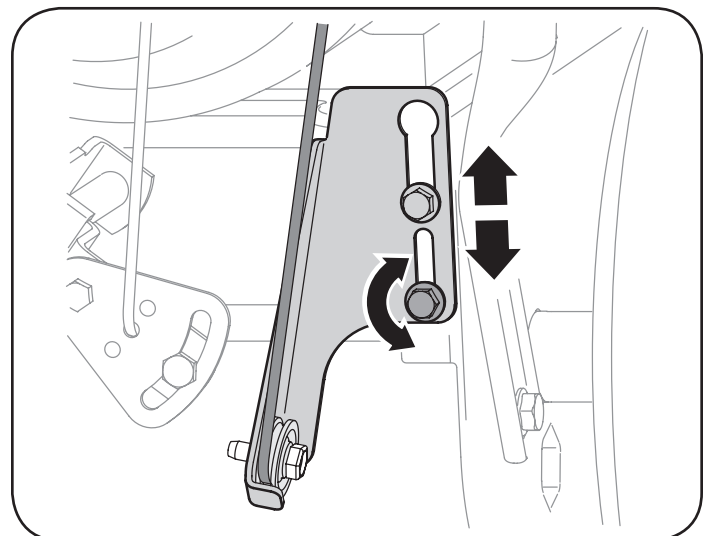

Figura 24
- b. Afloje la tuerca hexagonal inferior del soporte del cable de la transmisión. Vea la Figura 24.